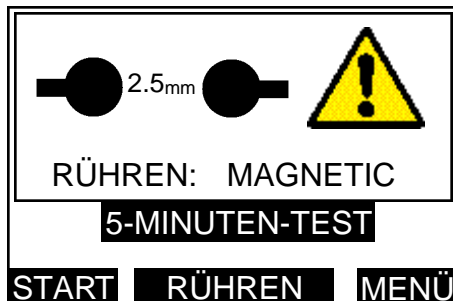

Abbildung 53: Bildschirm für einleitende Wahl des Rührverfahrens.
1. Heben Sie zum Starten des Tests im Hauptmenü die Option 5-MINUTEN-TEST hervor, und drücken Sie dann WÄHLEN. Daraufhin erscheint eine Anzeige wie in Abbildung 53.
1. Beginnen Sie mit der Wahl des gewünschten Tests im Hauptmenü und drücken Sie WÖHLEN. Die Anzeige erscheint wie in Abbildung 53 dargestellt. Drücken Sie zur Rückkehr zum Hauptmenü die rechte, mit MENU gekennzeichnete Taste. Wiederholtes Drücken der mit RUH REN gekennzeichneten mittleren Taste schaltet zwischen den verschiedenen Rührverfahren MAGNET, SCHAUFEL oder KEINES um.
1. Wählen Sie für den Beginn des Tests im Hauptmenü die Option ASTM D877-87, und drücken Sie anschließend die Taste WÄHLEN. Die Anzeige erscheint wie in Abbildung 53 dargestellt.
1. Wählen Sie für den Beginn des Tests im Hauptmenü die Option ASTM D1816-84a und drücken Sie anschließend die Taste WÄHLEN. Die Anzeige erscheint wie in Abbildung 53 dargestellt. Wiederholtes Drücken der mit RÜHREN gekennzeichneten mittleren Taste schaltet zwischen den Rührverfahren MAGNET, SCHAUFEL oder KEINES um. Drücken Sie zur Rückkehr zum Hauptmenü die rechte, mit MENÜ gekennzeichnete Taste.